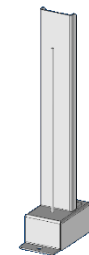
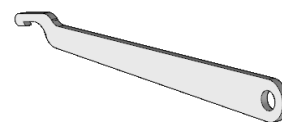
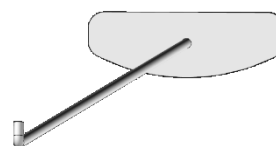

図 11-1
図 11-3
図 11-4
- ・ DO221 液位ゲージにて確認 (図 11-1)
- ① ポンプスイッチを押し、循環ポンプを稼働させます。
- ② **手動** を押し、手動画面に切替えます。
- ③ **排液弁** を押し、排液弁を閉じます。(左上□: 消灯)
- ④ **給液** を押し、ドラムに溶剤を汲み上げます。(左上■: 点灯)
DO221 : 付属のフィルタ取り出し金具の爪で引掛けて引き出します。(図 11-3)
- ⑥ 付属の掃除金具でカートリッジフィルタ容器内のスラッジを取り除き、内部を清掃してください。(図 11-4)
- ⑦ 新しいエレメントとフェルトパッキンをセットします。
11-3-3.カーボンタンク (図11-1)
4) カーボンの交換手順 (図11-1, 図11-3, 図11-4)